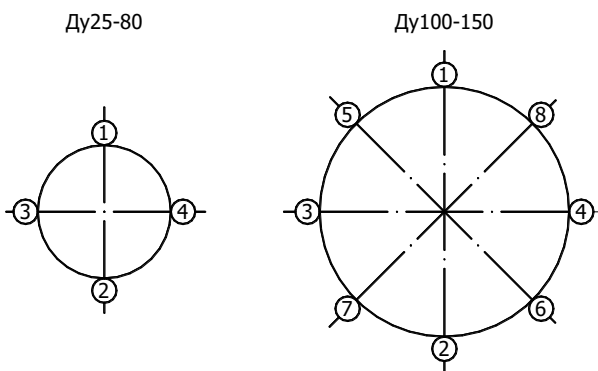

Рис.7
4.3.11 Затяжку болтов (шпилек), крепящих ППР теплосчетчика к фланцам на трубопроводе, производить поочерёдно по диаметрально противоположным парам (см. рис.7), при этом необходимо избегать применения чрезмерно больших усилий. Рекомендуемый момент силы при закручивании гаек в зависимости от исполнения ППР теплосчетчика приведен в таблице 2.